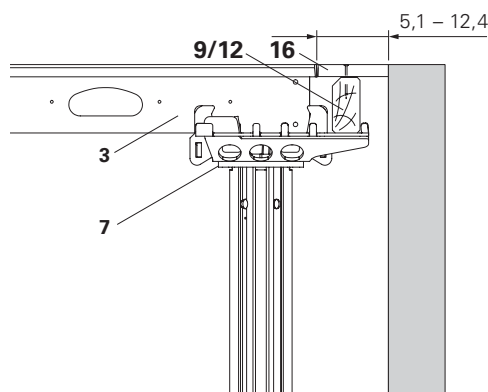

Fig. A5.36
1. Posizionare la testa combi SCK (7) con la sporgenza rivolta verso la compensazione.
2. Appoggiare l'elemento a telaio (3).
3. Posizionare l'orditura SRT-2 (9) o il travetto SPH (12) di adattamento nella testa combi (7).
4. Posare il pannello di rivestimento (16) e inchiodare. (Fig. A5.36)